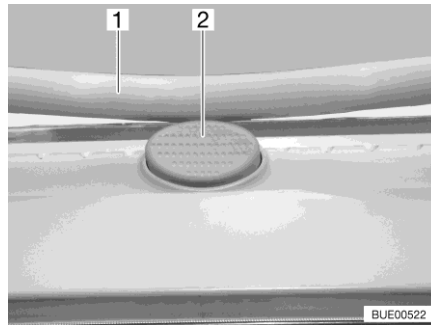

Bild 86 Låsknapp (Heki-taklucka)
- Tryck på låsknappen (Bild 86,2) och dra ner bygeln (Bild 86,1) med båda händerna.
- Tryck bygeln uppåt med båda händerna tills bygeln ligger ovanför låsknappen (Bild 86,2).